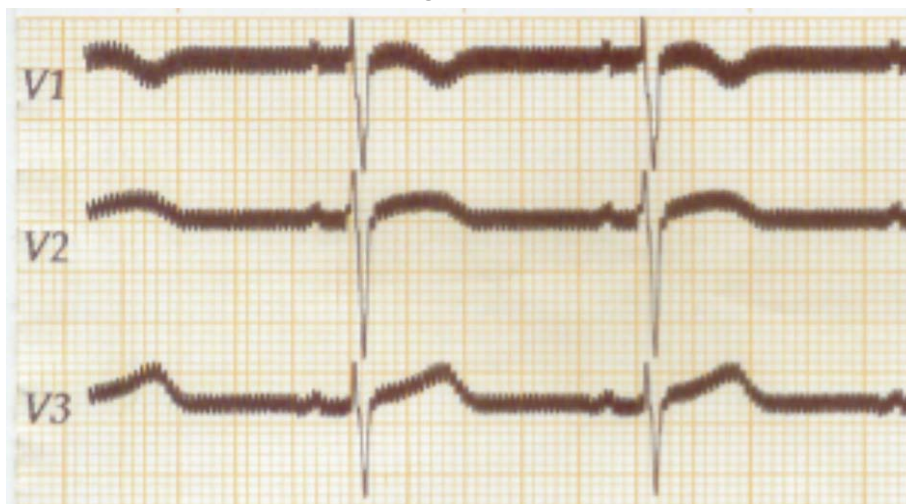

Figura 8-1
5) Interferenza Elettrica (come mostrato nella Figura 8-1)